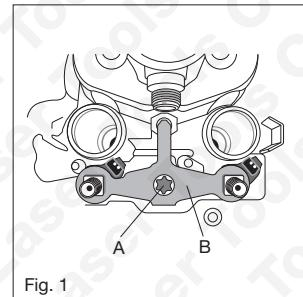

Fig. 1
1. Se reporter à la Figure 1 : Desserrer tout d'abord la vis d'arrêt **A**.